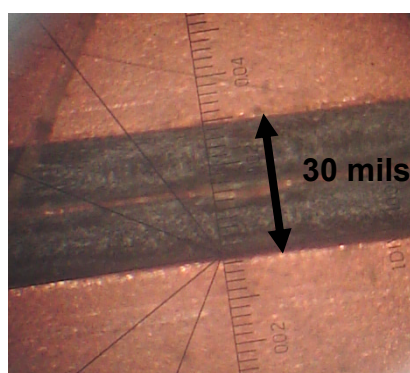

**Figura 7.5. Los Trazos Se Superponen**
b) Si los dos trazos se superponen, tal como se muestra en la Figura 7.5; significa que la herramienta está penetrando demasiado al cobre.
**Ejemplo:** Si el ancho de pista ingresado para esta prueba fue de 15 mils, entonces se observará un corte de dimensión superior al doble de este valor, es decir mayor que 30 mils. Ver Figura.7.5